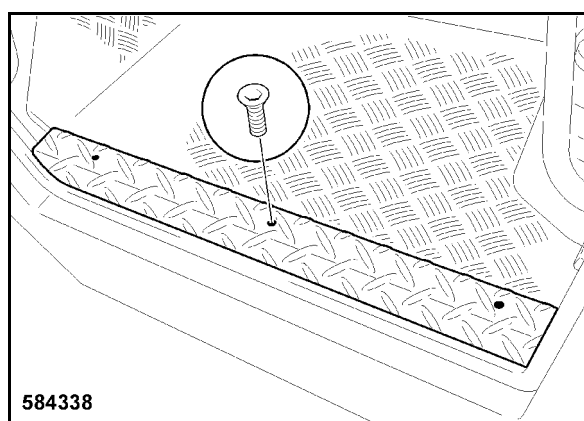

Bild 186
- Asenna astinlauta 1 (Bild 186) ja kiristä se kolmella kiinnitysruuvilla (2).